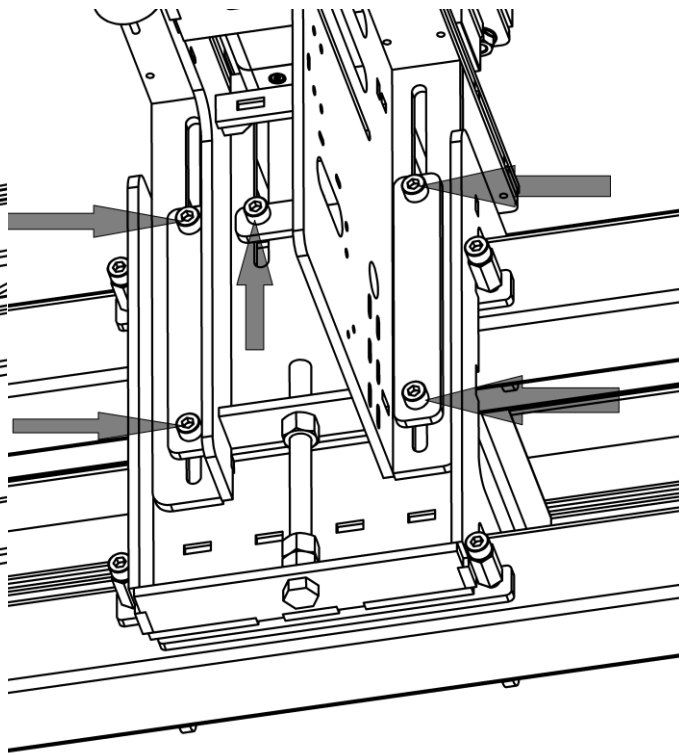

Рисунок 17.
- Затягиваем фиксирующие винты (рис.17).
Подайте давление на вход пневматической системы, откройте кран на входе редуктора -осушителя. Поднимите колпачек на редукторе рис.17 вверх и вращением по(против) часовой стрелки установите давление в системе 6-7 Бар. При этом произойдет подача давления в цилиндры ПМ, все прижимные штоки должны подняться в верхнее положение. Аналогично выполните установку давления в цилиндрах СМ, установите давление 4-5Бар. При подаче воздуха и установки давления на СМ их подвижная часть должна вернуться в начальное положение — у СМ установленных вертикально -подняться вверх, установленных горизонтально отодвинуться от рабочего стола. Включите шкаф управления, дождитесь включения управляющей электроники -3..5сек. Нажмите кнопку «Старт». После нажатия кнопки «Старт» УСК должен выполнить рабочий цикл с настройками по умолчанию.